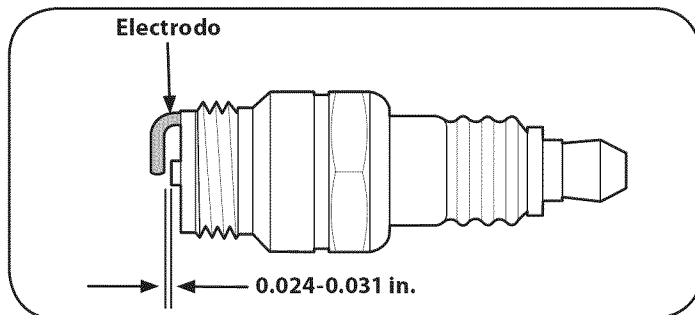

Figura 29
- Mida la separación de bujía con un calibre. Corrija de ser necesario torciendo el electrodo lateral. Vea la Figura 29. La separación debe establecerse para que quede entre 0.024-0.031 pulg.